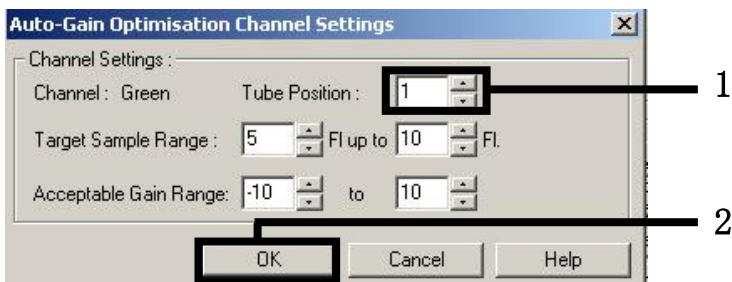

図 2. チューブ位置を設定します。
2. EBV等の最初の *artus* アッセイ用のチューブ位置を設定します。全蛍光チャンネル用のチューブ位置を設定して、[OK] をクリックします (図2)。